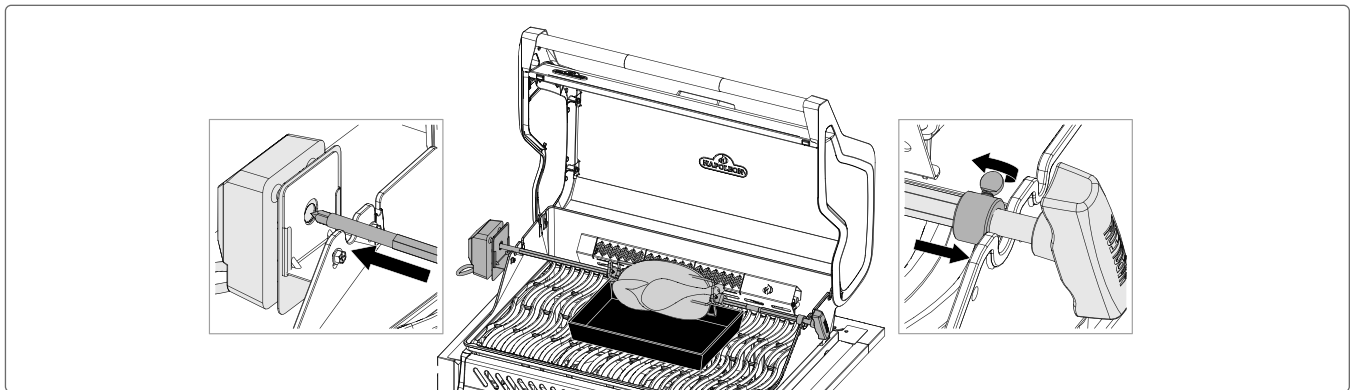

Abb. 5
4. Führen Sie das spitze Ende des Drehspießes vorsichtig in den Drehspießmotor ein und legen Sie das gegenüberliegende Ende auf die Halterungen. Die schwere Seite des Fleisches wird sich von selbst nach unten neigen, um die Last auszugleichen (**Abb. 5**).
5. Schieben Sie die Anschlagbuchse auf den Drehspieß, bis sie sich hinter der Innenseite der Haube befindet. Dadurch wird die seitliche Bewegung des Drehspießes gesichert (**Abb. 5**).
6. Ziehen Sie die Anschlagbuchse und den Drehspießgriff fest. Stellen Sie eine Metallschale unter das Fleisch, um die Bratensäfte aufzufangen (**Abb. 5**).